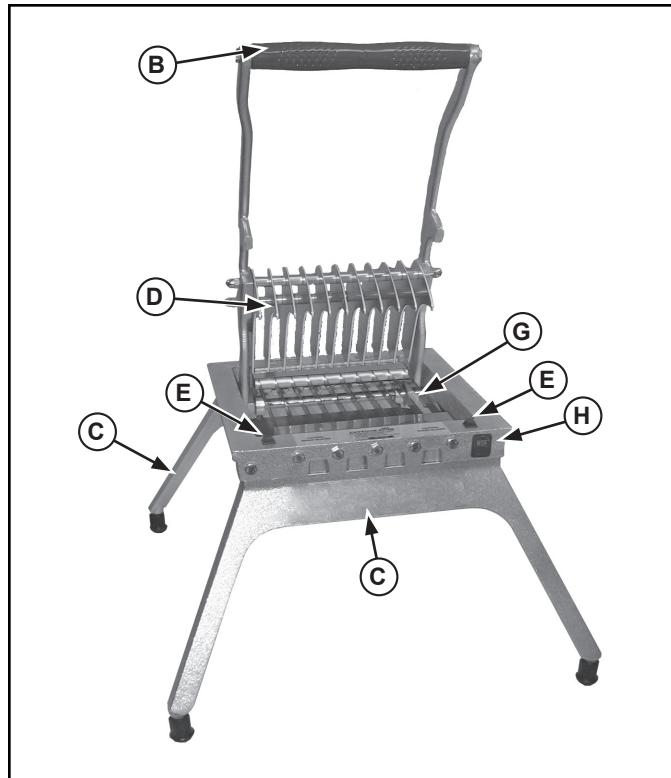

Figure 1. Caractéristiques et commandes du Lettuce King I.
2. Avant chaque utilisation, vérifiez toujours l'alignement correct des lames. Placez lentement la tête de poussée (D) sur le jeu de lames. Voir les figures 1 et 2. Ils doivent glisser l'un sur l'autre sans à-coup. En cas d'obstructions, assurez-vous qu'ils concordent.
5. Soulevez la poignée (B) et placez le produit alimentaire sur le jeu de lames (G) le côté plat en bas. Voir Figures 1 et 2.
6. **Lettuce King I :** Enlevez la main de la zone du jeu de lames (G) et placez cette main sur le pied (C). Voir Figure 1.
1. Relevez la poignée au maximum. Voir Figures 1 et 2.
5. Il est préférable de nettoyer le jeu de lames (G) au jet d'eau sous pression à travers les lames du côté non tranchant. Si nécessaire, utilisez une brosse de nettoyage à soies nylon pour pousser les particules d'aliment par le côté non tranchant du jeu de lames (G).
4. Vérifiez si les caoutchoucs (E) sont installés. S'ils manquent, nettoyez la surface et installez les protections du bloc de lames neuf. Voir la figure 1.
5. Enlevez les vis qui fixent le jeu de lames (T). Enlevez et jetez avec précaution le jeu de lames. Voir « Vue éclatée » et « Liste des pièces ».
6. Examinez les doigts de la tête de poussée (J). S'ils sont ébréchés ou ébavurés, laissez les bords avec une petite lime plate. Les espaces entre les doigts doivent être uniformes. Redressez les doigts courbés.
7. Assurez-vous que les protections de lame (V) sont installées sur le jeu de lames. Voir.
8. Placez le jeu de lames (G) dans le cadre (H) de sorte à le loger correctement, le côté tranchant vers le haut. Voir la figure 1.
9. Installez les vis par l'arrière du jeu de lames (G). Serrez jusqu'à ce qu'elles touchent le socle (H). Tournez la vis jusqu'à ce qu'elle soit serrée, sans dépasser 1/2 tour ou 40 po-lb.
10. Placez la rondelle en caoutchouc entre le socle (H) et la lame (G). Insérez les vis dans le cadre et la rondelle en caoutchouc dans le jeu de lames. Tournez la vis jusqu'à ce qu'elle soit serrée, sans dépasser 1/2 tour ou 40 po-lb.
11. Placez lentement la tête de poussée (D) sur le jeu de lames (G). S'il y a contact, la tête de poussée n'a pas besoin d'être ajustée. Pour ajuster, desserrez les vis de calage du collier de blocage, puis ajustez les doigts de la tête de poussée. Resserrez les vis de calage du collier de blocage.